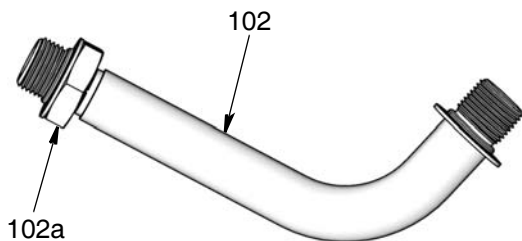

FIG. 4
4. Installare la prolunga (102) sul misuratore:
- a. Allentare il dado di prolunga (102a) (FIG. 4) fino a quando non esce dalle filettature del tubo.